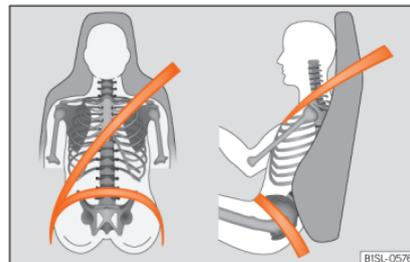

Abb. 3 Richtiger Gurtbandverlauf.
- Den Hinterkopf so nah wie möglich an der Kopfstütze positionieren »» Abb. 3.